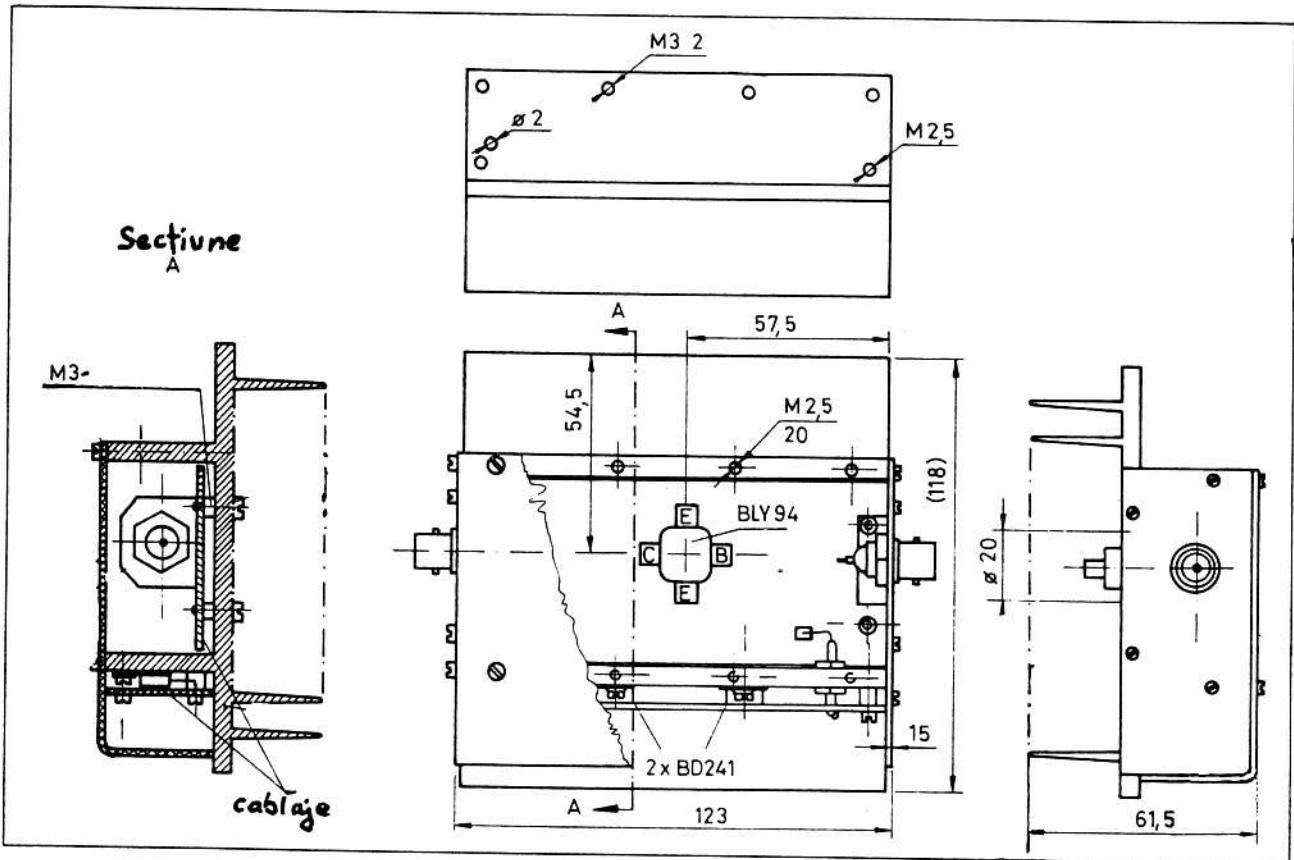
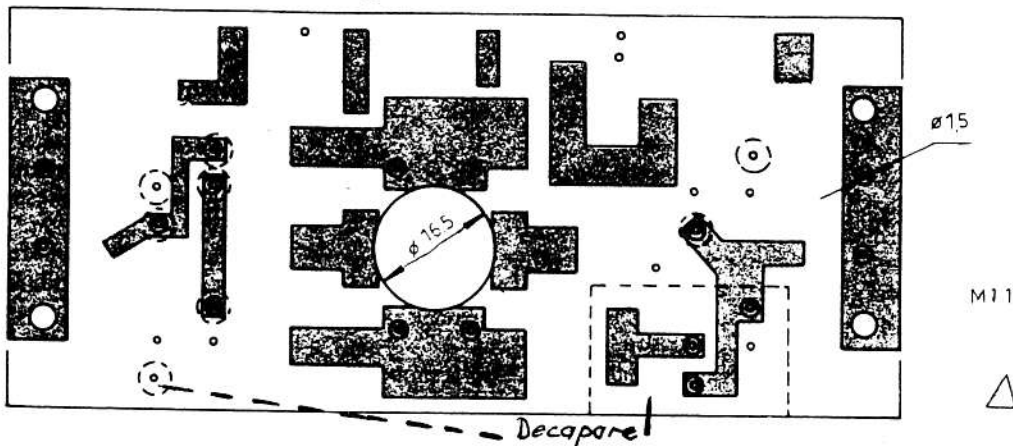

Fig. 5 Detalii de asamblare
Fig. 6 Circuit dublu placat
Circuitul de polarizare este montat într-un plan perpendicular pe o nervură a radiatorului (fig. 5).
Cablajul se prezintă în fig.5. Piese se montează prin lipire directă pe fața cu trasee. Steclotextolitul folosit este dublu placat, fața a doua fiind continuă (asigură un excelent plan de masă și capacități parazite mici și constante), cu excepția zonelor marcate în desen (fig. 6) cu linii punctate. Astel în dreptul armăturii
1) Privind fig. 5:
3) Prima opțiune DL7QY (ref. 9) (fig. 6).